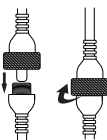
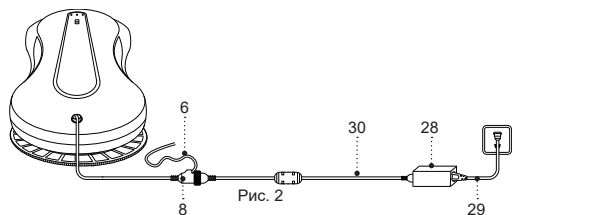

Рис. 1
Рис. 2
Рис. 2а
- Вставьте штекер (31) шнура питания робота (30) в разъем (8) и закрутите его по резьбе, поворачивая по часовой стрелке (рис. 1).
- Вставьте шнур питания (29) в разъем сетевого адаптера (29).
- Вилку шнура питания (29) вставьте в электрическую розетку (рис. 2).
- Когда индикатор (5) загорится злѐным цветом, резервная аккумуляторная батарея полностью заряжена, выньте вилку шнура питания (29) из электрической розетки.